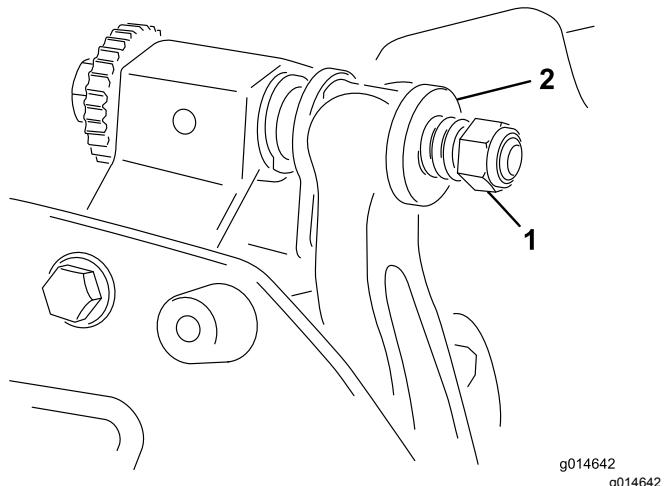

Figura 27
- Serrate il dado di tensionamento della molla finché questa non è a riposo, quindi allentatelo di mezzo giro (**Figura 27**).